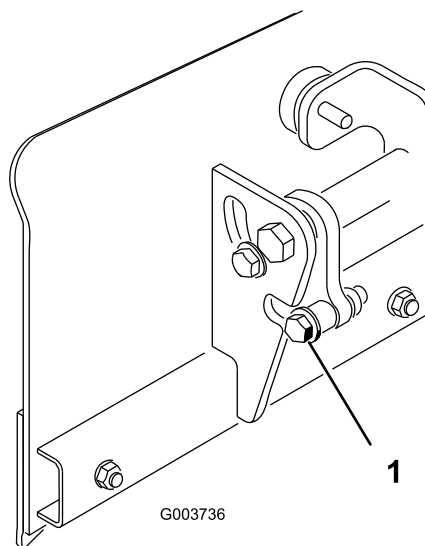

Рисунок 4
2. Отверните задний фиксирующий болт, снимите шайбу и разделитель с каждой стороны отвала (Рисунок 4). Сохраните эти компоненты для установки на более позднем этапе.